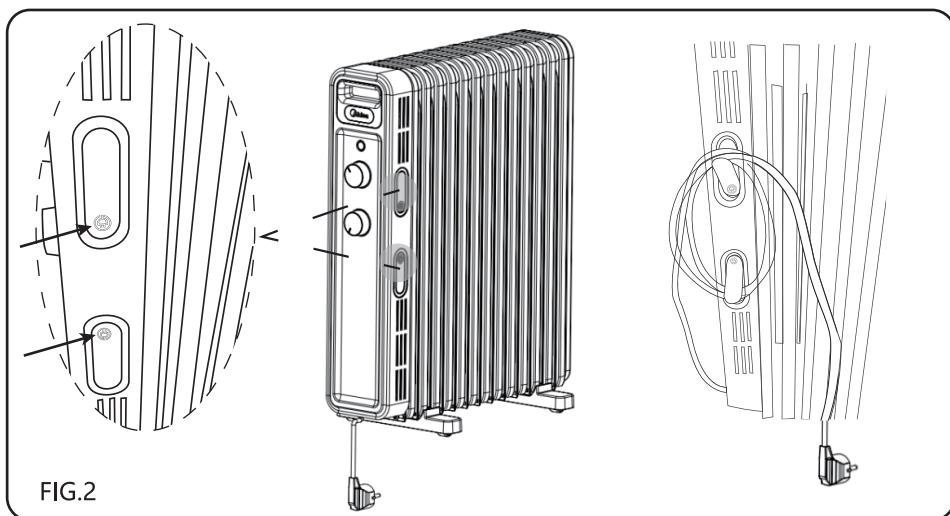

FIG.2
4. Verwenden Sie die Kabelaufwickelvorrichtung, um das Kabel nach dem Gebrauch aufzubewahren.(FIG.2)